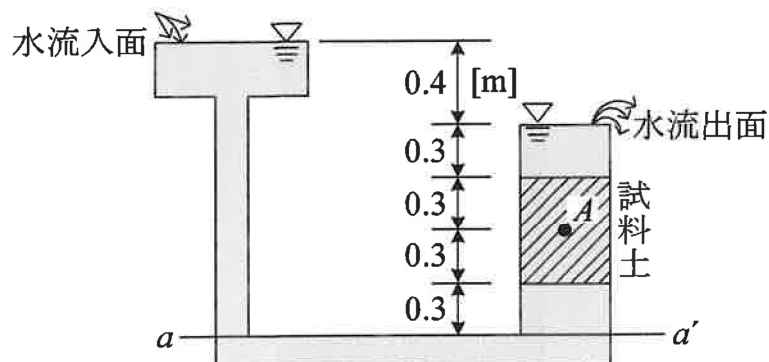

図 2
2. 図2の試料土の間隙比は $e=0.7$ 、土粒子の密度は $\rho_s=2.7 \text{ Mg/m}^3$ とするとき、透水している試料土柱の点 A に作用する鉛直全応力 $\sigma_v [\text{kN/m}^2]$ 、間隙水圧 $u [\text{kN/m}^2]$ 、鉛直有効応力 $\sigma'_v [\text{kN/m}^2]$ を答えのみ記せ。ただし、 aa' は水頭の底面とし、点 A の圧力水頭は $h_p=0.8 \text{ m}$ 、水の密度は $\rho_w=1.0 \text{ Mg/m}^3$ 、重力加速度は $g=10 \text{ m/s}^2$ として計算すること。